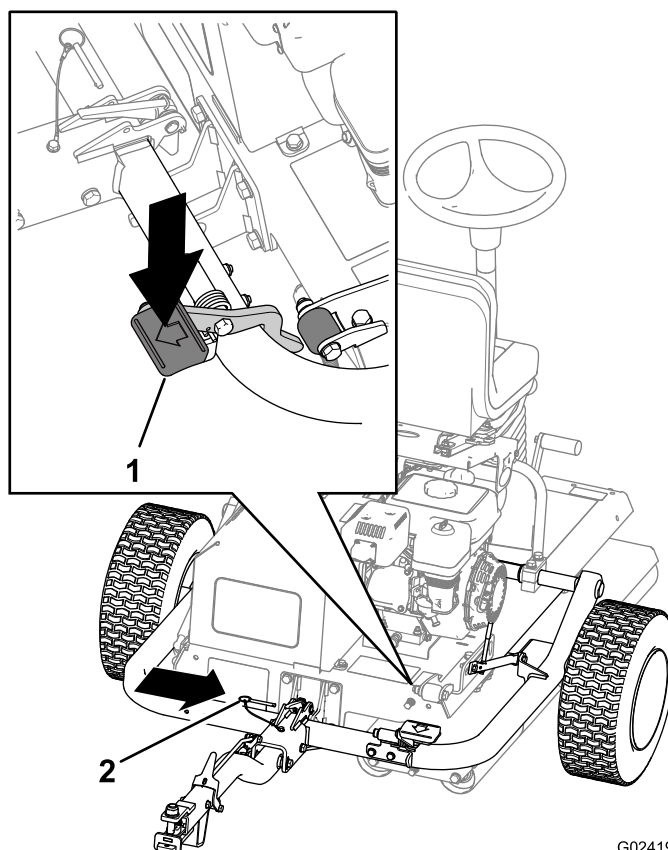

Figura 7
5. Pise o pedal do engate até o engate ficar bloqueado no lugar (Figura 7).
6. Insira o pino de bloqueio (Figura 7).